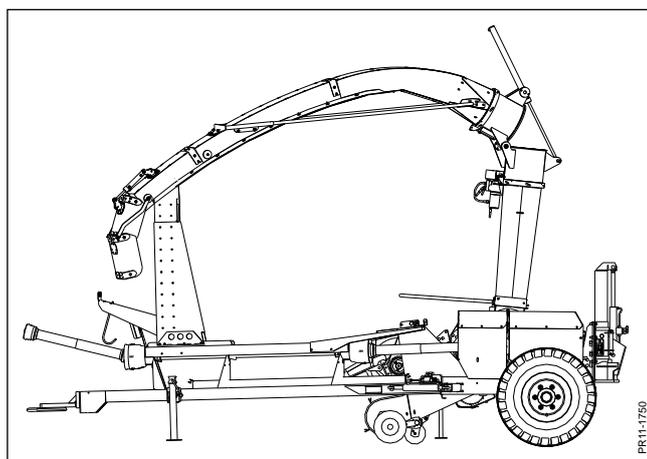

Abb. 3-17
**Abb. 3-17** Die Maschine kann mit einem Auswurfkrümmer ausgestattet werden, der das Beladen sehr hoher Anhänger ermöglicht. Dieser Auswurfkrümmer ist mehr als 4 Meter hoch und muss für den Transport eingeklappt und auf der Haltevorrichtung über der Zugdeichsel abgelegt werden. Dadurch reduziert sich die Transporthöhe auf weniger als 4 Meter.